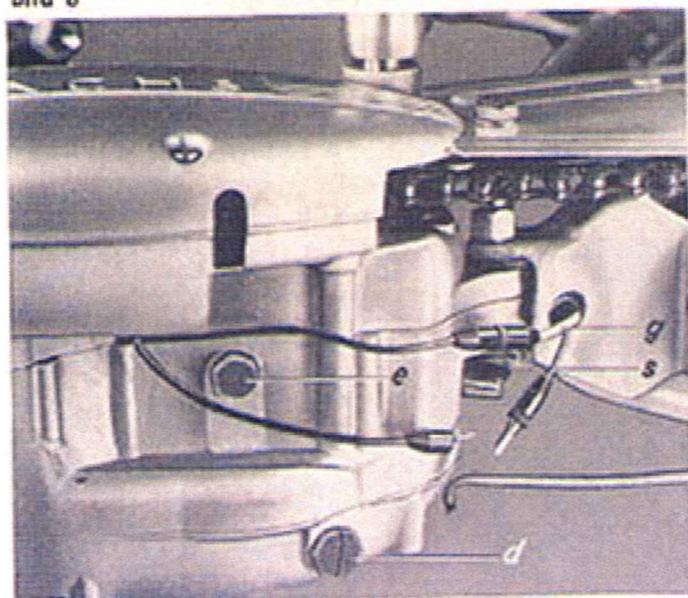

Bild 9
(Bild 9)
- 2.9 Getriebeöl ablassen. Ölkontrollschraube (d, Bild 9) mit Schraubenzieher oder Schraubenschlüssel SW 14 herausschrauben. Ölablaßschraube (e, Bild 9) mit Steckschlüssel SW 14 entfernen. (Schneller entfernt man das Getriebeöl, wenn man am Gehäusedeckel Kupplungsseite den Verschlussdeckel »S« abnimmt, den Motor auf die rechte Seite legt und so das Öl auslaufen läßt.)